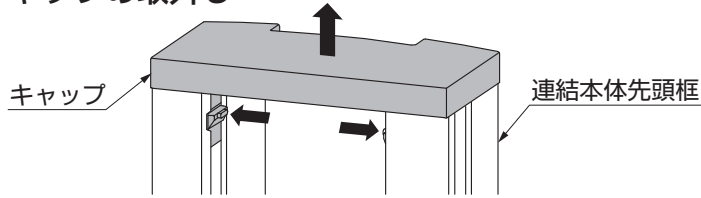

図5-1
- ① 連結本体先頭框のキャップの突起部を押して、上に引上げてはさずしてください。(図5-1参照)